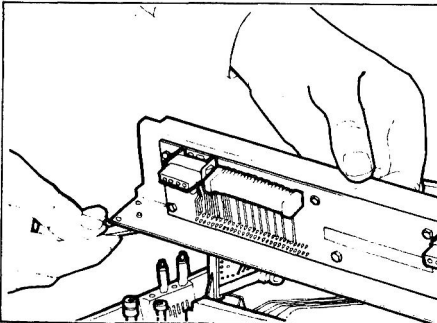

Bild 2.15 Herausheben des Floppy-Haltebügels
- c) Floppy-Haltebügel herausnehmen und sicher aufbewahren (Bild 2.15).